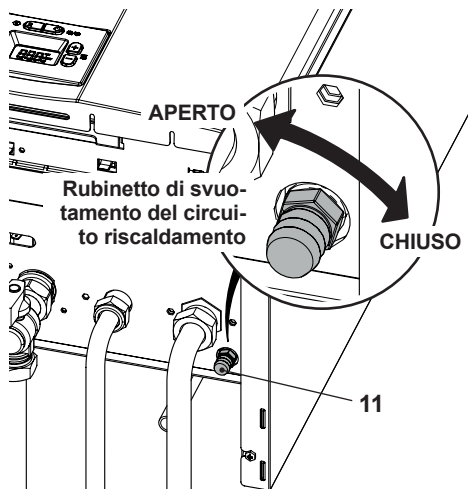

Figura 9.4
- Allentare il rubinetto di svotamento del circuito riscaldamento 11 indicato in Figura 9.4.